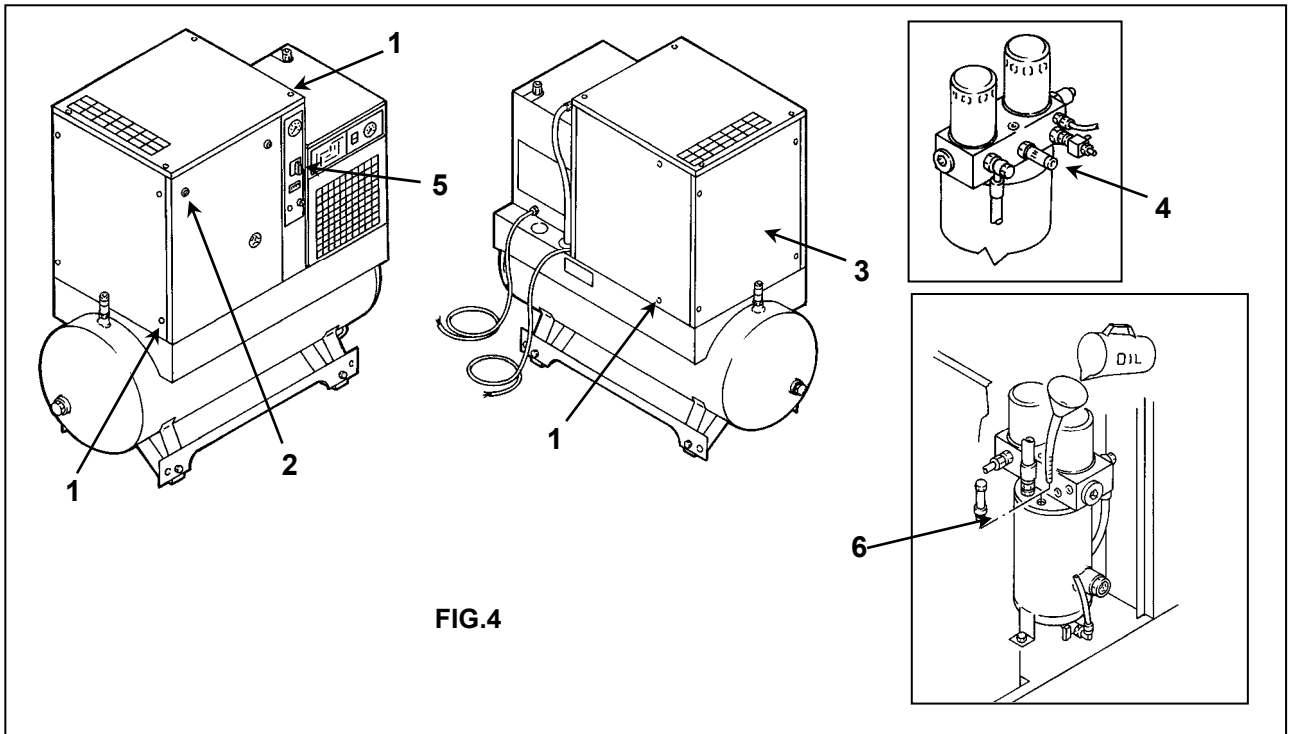

FIG.4
7.1 DISPOSITIVOS DE SEGURANÇA PARA O COMPRESSOR DE PARAFUSO (Fig. 4)